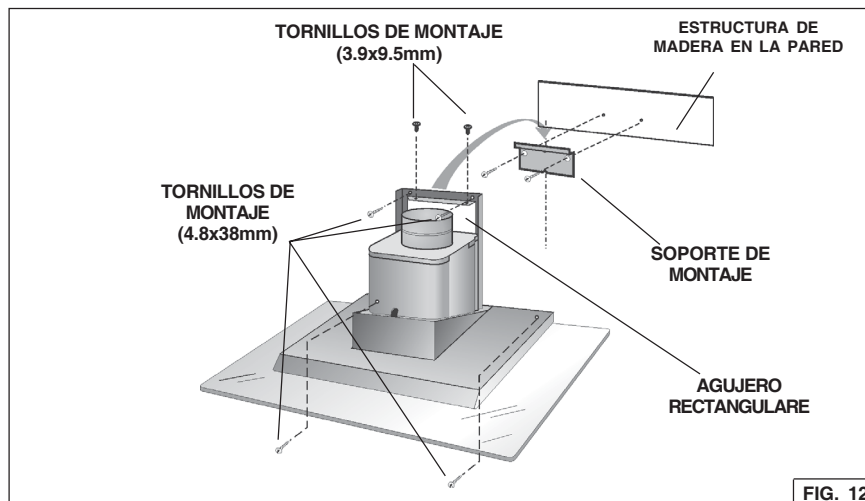

FIG. 12
2. Alinee la abertura rectangular de la parte posterior de la campana con el soporte de montaje de la pared. Baje suavemente la campana hasta que encaje correctamente en el soporte. Fig. 12.
3. Nivele la campana con (2) tornillos de montaje de 3.9 x 9.5 mm y fíjela con (4) tornillos de montaje de 4.8 x 38 mm. Si no dispone de tachones de pared ni de marcos, utilice los soportes de muro de mampostería sin mortero suministrados. Fig. 12.